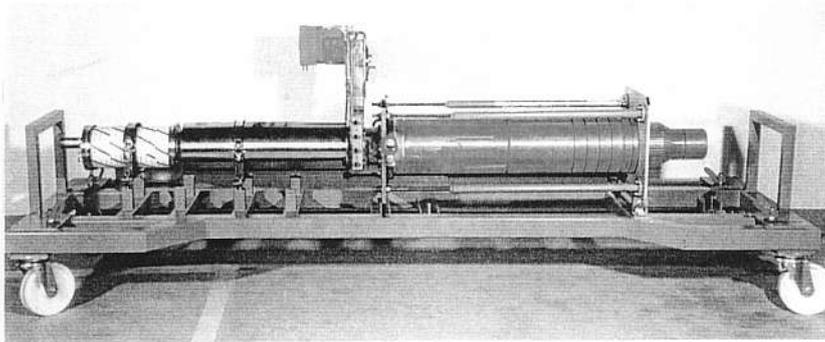

Abb. 3. Klystron im Transportwagen
- a) Normalerweise wird das Klystron in seinem Transportwagen TE 1211 gelagert (Abb. 3., 4. und 5.).